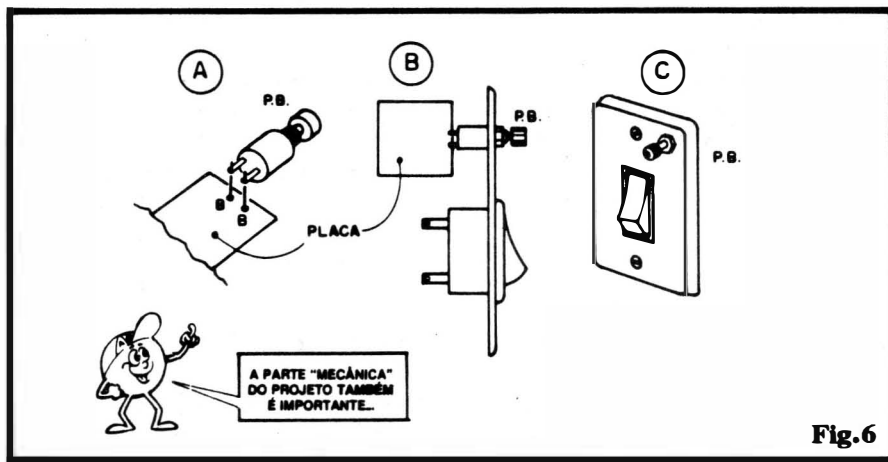

Fig.6
- FIG. 6 - DETALHES PRÁTICOS DA INSTALAÇÃO FINAL - Para facilitar a parte puramente "mecânica" da instalação final do
ITEC (embora outros **lay outs** sejam possíveis...) sugerimos que o Leitor/"Aluno" guie-se pelos diagramas da fig. 6:
rosqueando af o “pescoço” do **push-button** (ver fig. 6-B). Com tal configuração, inclusive, fica quase que “automático” ao usuário apertar o botão do interruptor de pressão, e não o acionador do interruptor normal, já que a “cabeça” do **push-button** ficará mais “saliente” (a mão “chega nela primeiro”...). O interruptor normal, assim, apenas será acionado se essa for a intenção nítida do usuário (nos casos já explicados, de se manifestar a necessidade de se manter o local iluminado por mais tempo, para limpeza, etc.).
Os limites de Potência para as lâmpadas controladas, mencionados ao longo da presente "Aula" prática, referem-se ao uso do SCR "nu", *sem dissipador*... Quem precisar de *mais luz*, poderá - sem problemas - até *dobrar* os citados parâmetros (comandando até 200/300W de lâmpadas em 110V ou até 400/600W em 220V), simplesmente anexando um dissipador, não muito grande, ao TIC106D... Em tal caso, notem que o circuito ficará inevitavelmente *maior*, o que poderá gerar algumas dificuldades na instalação do dito cujo dentro de uma caixa normal de instalação elétrica, principalmente no método eletro/mecânico descrito à fig. 6-B... Não esquecer que, se o tal dissipador não for isolado da lâmina metálica do SCR (via placa de mica e buchas plásticas), sua área metálica fará parte do circuito, e assim deverão ser tomados cuidados para que as aletas não encostem em nenhum outro ponto metálico, seja do próprio circuito, seja da fiação local, seja da caixa que envolve o conjunto...